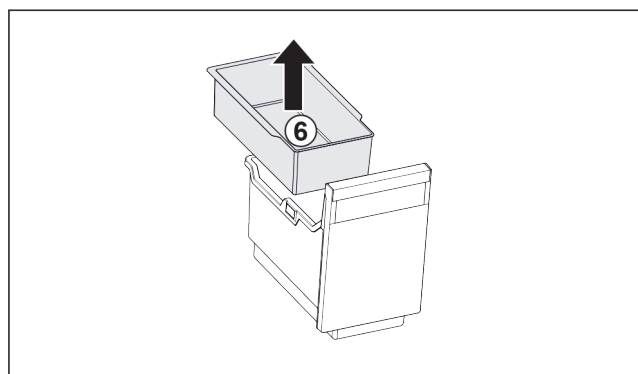

Fig. 192
- Einhängeschale Fig. 192 (6) entnehmen.